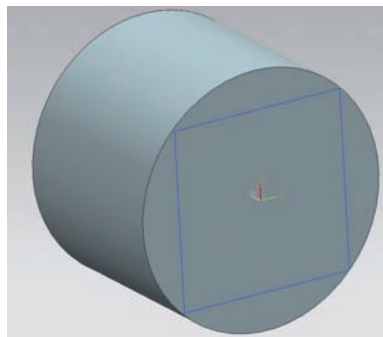

图 3
头，校正并夹紧工件，车端面，保证总长35mm。③在V形块上将工件两端面及母线上一次划出正方形的线。将工件放置在V形块上，用高度尺对准工件外圆最高位置。再把高度尺下移一个工件半径尺寸25mm，并在工件两端及两侧划出封闭线，形成对称轴线。然后以此对称轴线为基准上移、下移17.5mm，划出正方体的边线。同理，将工件旋转90°再划出正方体的边线（见图3）。